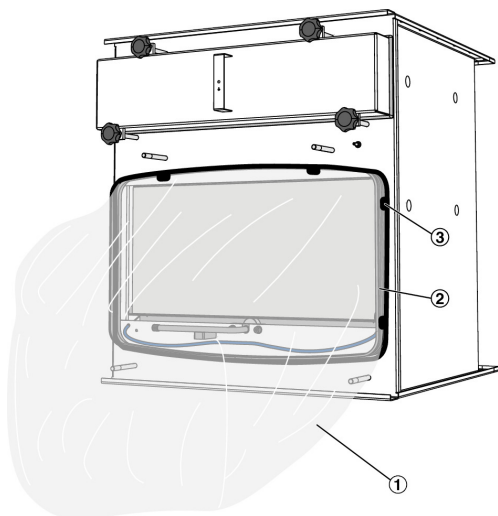

Abb. 13: Wartungssack anbringen
10. ▶ Wartungssack (Abb. 13/1) über das Wartungsboard (Abb. 13/2) stülpen und mit dem Klemmring (Abb. 13/3) in der ersten Nut befestigen.